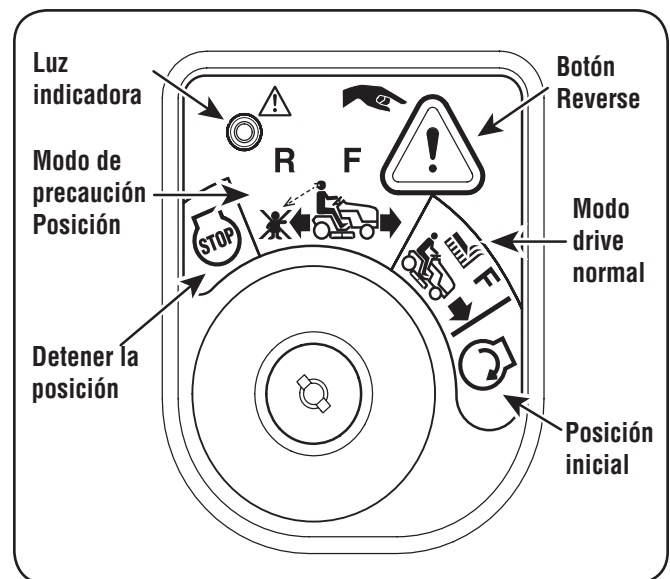

Figura 5-3
2. Gire la llave desde la posición de PODA NORMAL (verde) hasta la posición de MODO DE PRECAUCIÓN EN MARCHA ATRÁS (amarillo) del módulo del interruptor de llave. Vea la Figura 5-3.
3. Presione el BOTÓN DE MARCHA ATRÁS (botón triangular de color naranja) en la esquina superior derecha del módulo del interruptor de llave. La luz indicadora roja en la esquina superior izquierda del módulo del interruptor de llave se mantiene encendida (ON) mientras esté activado. Vea la Figura 5-3.